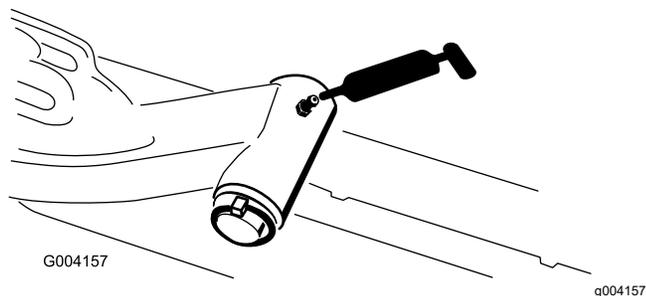

Figura 73
- Veio da articulação do braço de elevação (1 cada) (Figura 73)